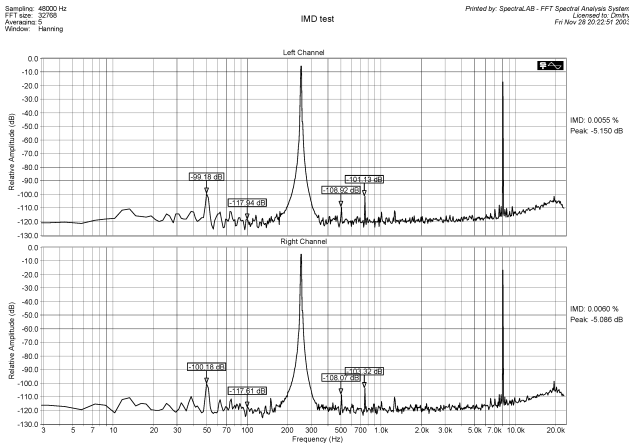

Рис.30
3. Спектр на выходе при подаче на вход двух сигналов с частотами 250 Гц и 8,02 кГц с соотношением уровней 4:1 (интермодуляционные искажения) - **рис.30**.